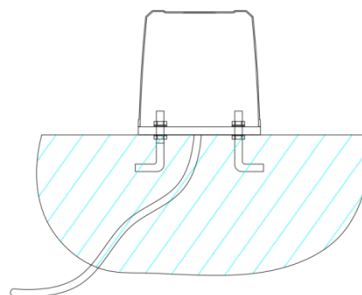

Figura 9
- Coloque los pernos de anclaje de acuerdo con los orificios de la base del motor (según la Figura 9).